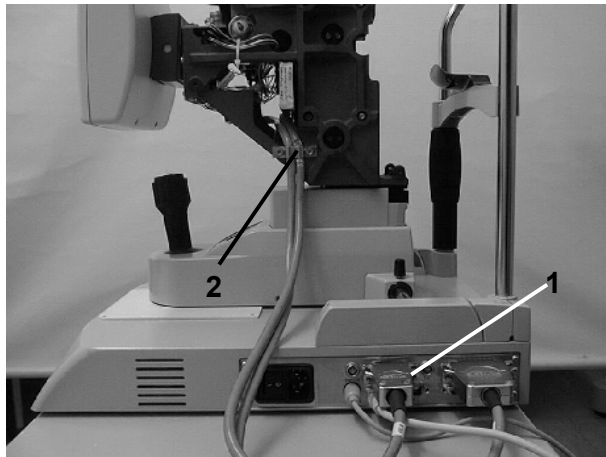

Fig. 22a
- Disconnect connector ((1) Fig. 22a).
- Remove cable clamp ((2) Fig. 22a).